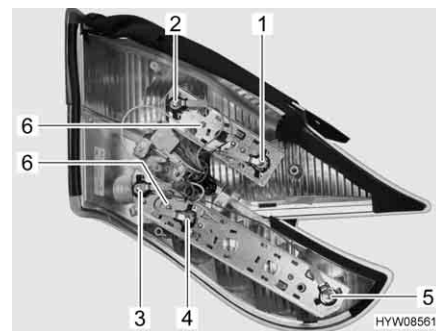

Fig. 223 Luci posteriori (lato posteriore)
- Svitare le due viti Torx (Fig. 223,6) del listello di supporto interessato sul lato posteriore dell'alloggiamento.